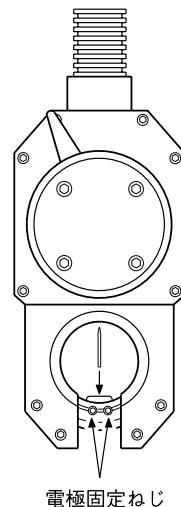

図9：電極を取り付ける
1. フィクスチャ・ブロックを取り付けていない状態で、本体スイッチ・パネルの「電極交換」を押します。電極が図9の位置に移動します。